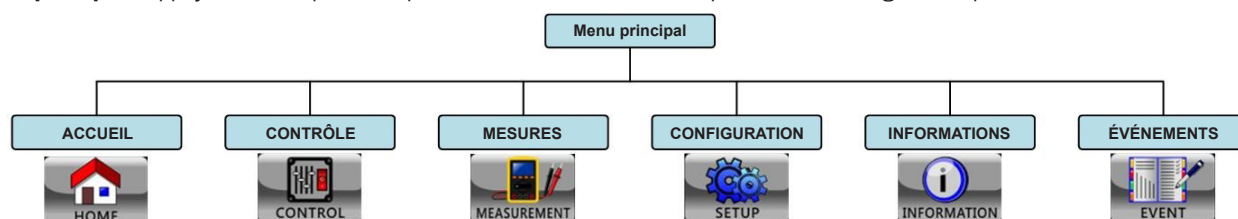

Figure 4.4 Arborescence des menus
- 3 Menu principal** : Appuyez sur chaque icône pour ouvrir les sous-menus. Reportez-vous à la figure 4.4 pour voir l'arborescence des menus.